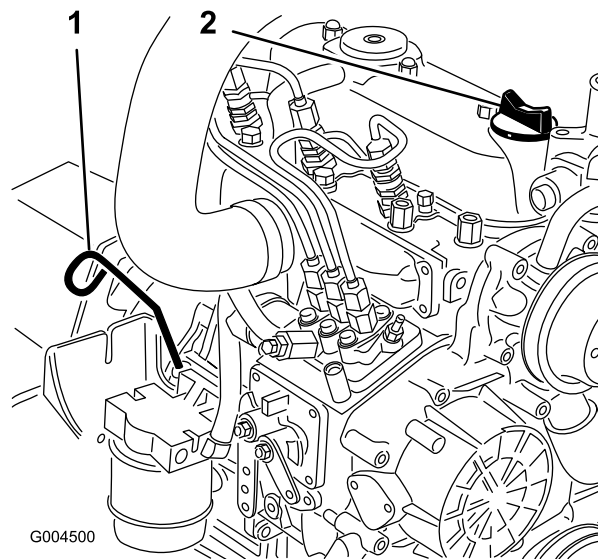

Figure 40
3. Retirez la jauge (Figure 40), essuyez-la sur un chiffon et remettez-la dans le goulot de remplissage. Sortez de nouveau la jauge et vérifiez le niveau d'huile.
4. Si le niveau n'atteint pas le repère maximum, enlevez le bouchon de remplissage (Figure 40) et faites l'appoint jusqu'à ce que le niveau correct soit atteint.